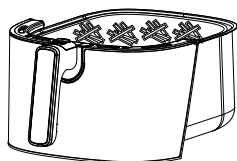

Fig.5
3. Ponga los ingredientes en la canasta. (Fig.5)